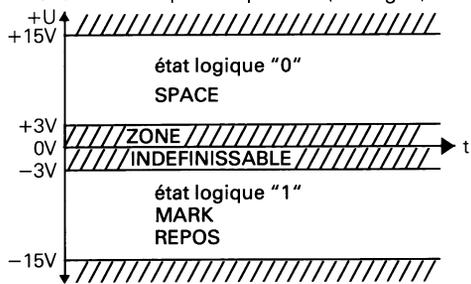

Fig. 3: Définition de la logique des circuits de données
- l'état logique "0" (LOW) (également appelé SPACE (spacing condition)) est activé si cette tension est de polarité positive (voir fig. 3).